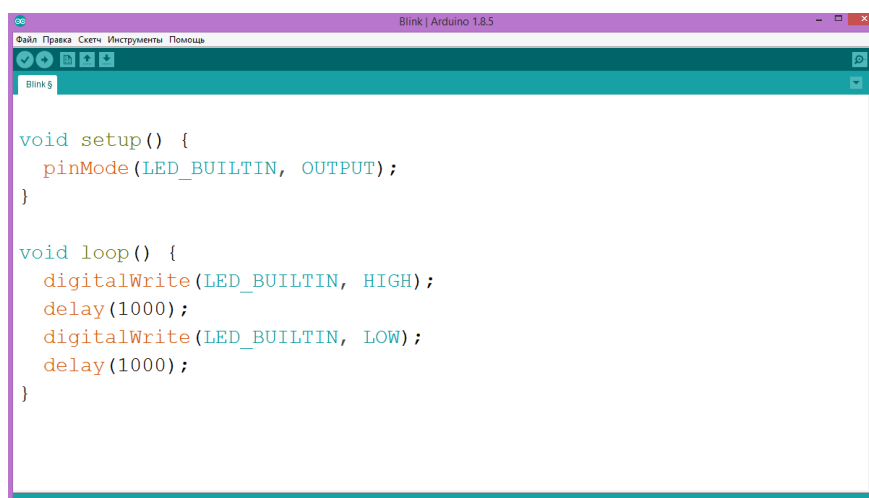

Рисунок 1.4 – Внешний вид среды программирования
4. Загрузите готовый скетч мигания встроенным светодиодом выбрав пункт меню: Файл → Примеры → 01. Basics → Blink. После загрузки скетча в среду программирования (рисунок 1.4) проверьте скетч и загрузите его на плату.